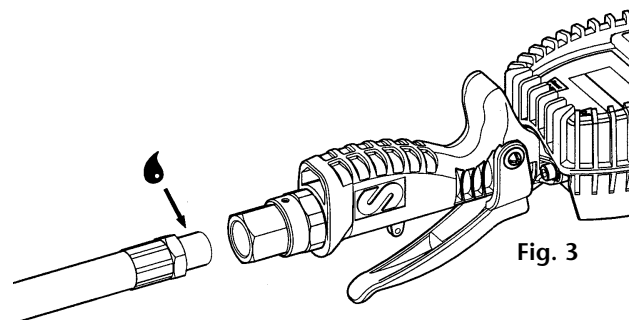

Fig. 3
2. Thread the dispensing hose to the inlet swivel of the hose end meter using sealer (fig 3).
2. Rosque la manguera de suministro a la rótula de entrada de la pistola contadora usando sellador (Fig.3).
2. Fixer le flexible de distribution à la rotule d'entrée du pistolet compteur à l'aide d'une pâte d'étanchéité (Fig.3).
2. Den Zulaufschlauch am Einlaßgelenk unter Verwendung von Dichtungsmasse befestigen. (Bild 3).